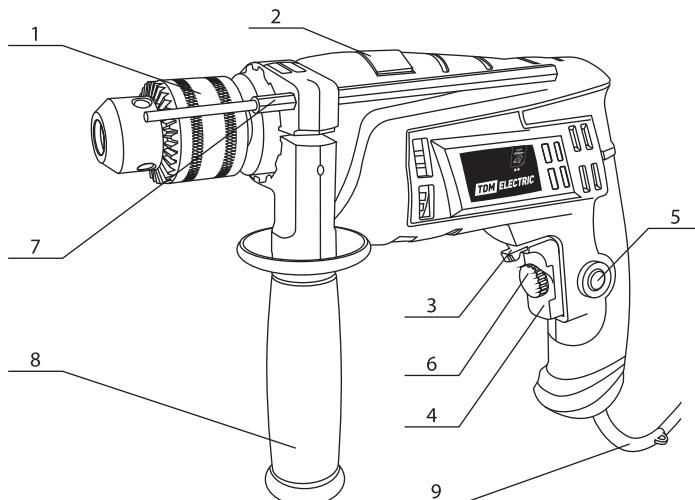

Рисунок 1. Органы управления и индикации
отверстий на корпусе патрона. Затем поверните ключ на пару оборотов против часовой стрелки, чтобы раскрылись зажимные кулачки патрона. Вращайте втулку патрона (1) (здесь и далее см. рисунок 1 настоящего Руководства по эксплуатации) до необходимого диаметра раскрытия. Вставьте сверло в кулачки патрона. Затяните патрон, вра-